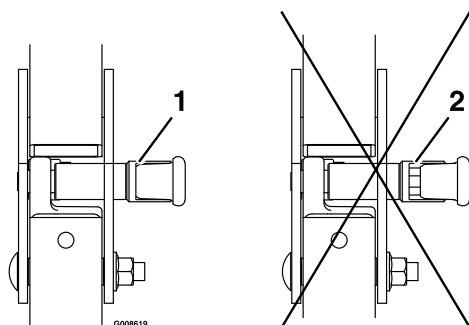

Figure 14
5. Les boutons doivent être complètement engagés quand l'arceau de sécurité est relevé. La partie supérieure de l'arceau de sécurité doit parfois être poussée en avant ou tirée en arrière pour engager complètement les deux boutons (voir Figure 14).